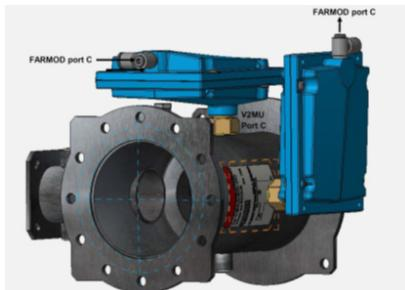

图 3. 采用水平混合装置的热交换器安装示例
如图 3-图 4 中所示,热交换器可以直接安装到 V2MU 混合装置上,也可以垂直或水平安装,具体取决于设备的配置和可用空间。
备注: 热交换器的安装位置必须保证冷凝水始终能够排放到混合单元。因此,请确保热交换器上的混合器连接位置是相对于热交换器安装的最低点,否则水将会滞留在热交换器内部,无法恰当排出。在垂直安装热交换器时,将其端口 C 朝上。参见图 3-图 4。
1. 取下选定的混合装置端口“C”的塞 (参见图 3 和图 4)。请参阅“安装注意事项”部分, 了解如何正确选择安装位置。
2. 使用附带的联管螺母和垫圈将热交换器安装到 V2MU 混合装置的一个“C”端口上。参见图 3、图 4 和图 7。建议紧固扭矩为 1.5 Nm (13.3 in-lbf)。确保密封件安装到位。